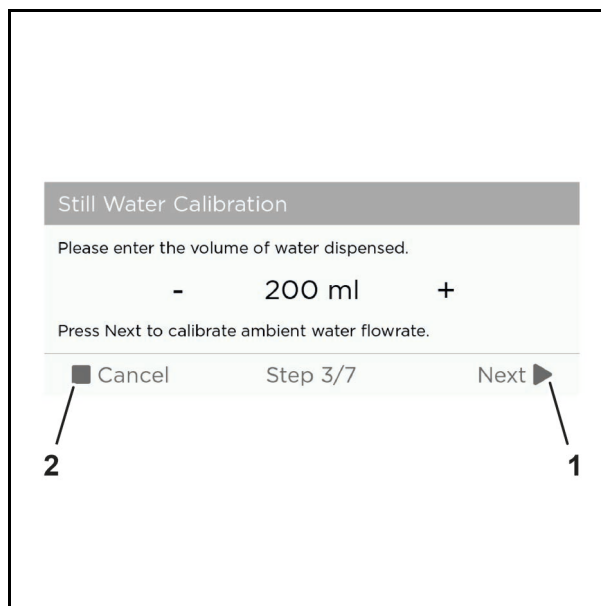

Abb. 59 Przykładowa grafika
6. Nacisnąć przycisk „Next” (dalej) (Abb. 59/1), aby kontynuować kalibrację lub „Cancel” (anuluj) (Abb. 59/2), aby anulować kalibrację.